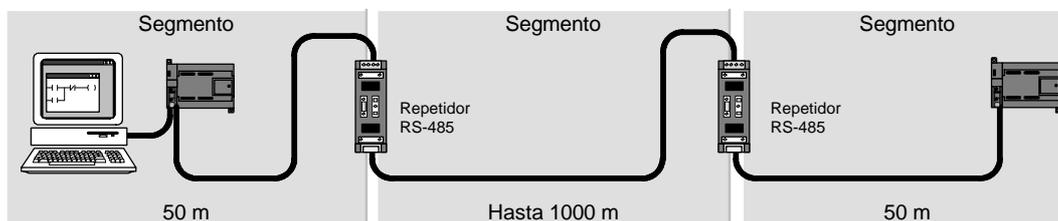

Figura 7-21 Ejemplo de una red con repetidores
- ❑ *Aumentar la longitud de una red:* Agregando un repetidor a la red, es posible ampliarla en 50 m adicionales. Si se conectan repetidores sin nodos entre ellos (como muestra la figura 7-21), es posible ampliar la red hasta la longitud máxima del cable permitida para la velocidad de transferencia en cuestión. En una red se pueden utilizar como máximo 9 repetidores en serie, pero la longitud total de la red no puede exceder 9.600 metros.